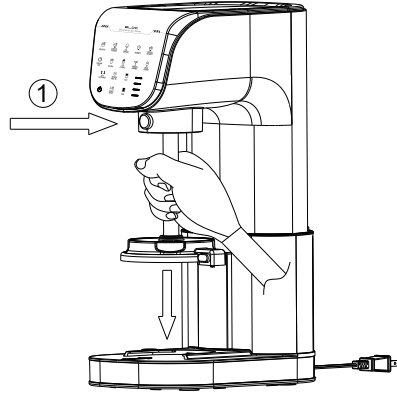

Figura 2
- Per rimuovere il gruppo lame, tenere premuto il pulsante di sblocco sulla base delle lame (come mostrato dalla freccia ①), quindi tirare verso il basso l'albero delle lame per staccarlo (vedere Figura 2).